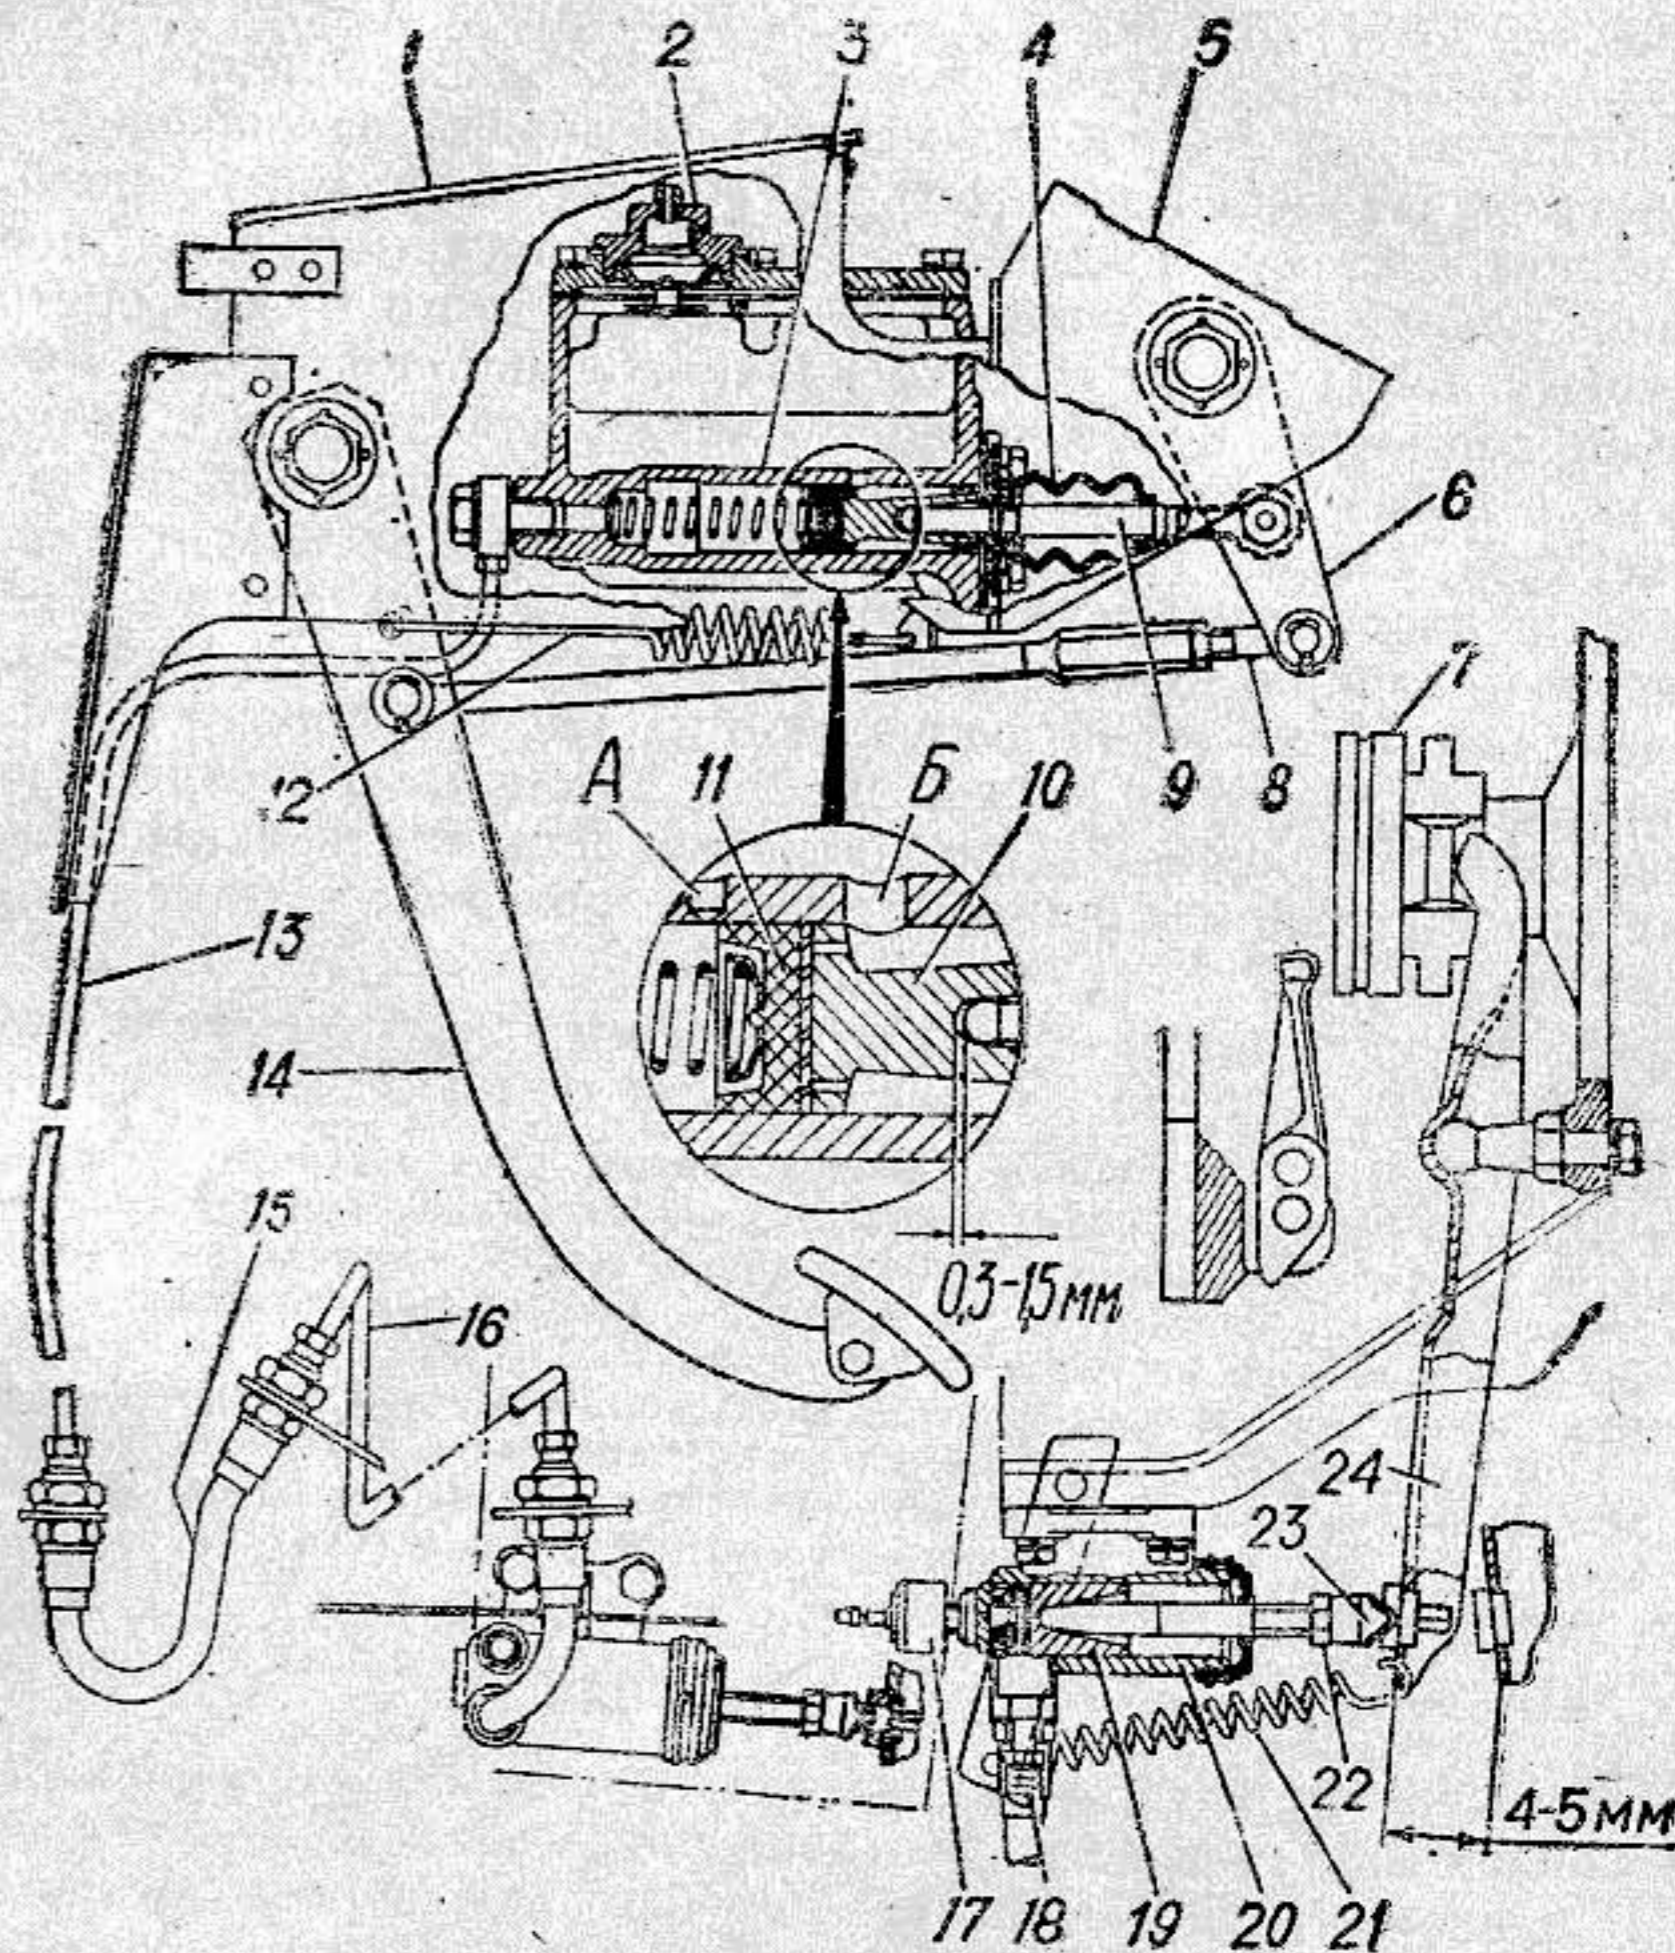

Рис. 25. Привод сцепления:
ружного конца вилки выключения сцепления. Он устанавливается регулировкой длины толкателя 23 (рис. 25) рабочего цилиндра. Отсутствие свободного хода приведет к быстрому износу рычагов, выходу из строя подшипника и может привести к сгоранию фрикционных накладок. Смазка подшипника выключения сцепления осуществляется колпачковой масленкой 1. Масленка и муфта соединены трубкой и гибким шлангом. При установке нового шланга необходимо заполнить его смазкой.
**Привод сцепления** (рис. 25) гидравлический, осуществлен при помощи подвесной педали 14, тяги 8, промежуточного рычага 6, главного цилиндра 3, трубопровода и рабочего цилиндра 20.